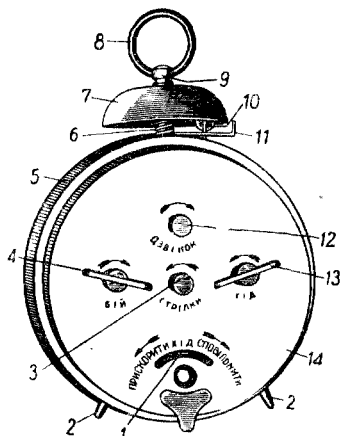

Рис. 58. Видгляд будильника з боку кришки:
1. Заводні ключі ходу і бою 13 і 4, а також кнопка для встановлювання стрілки бою 12 відкручуються в бік, указаний стрілками на кришці корпусу будильника (рис. 58).